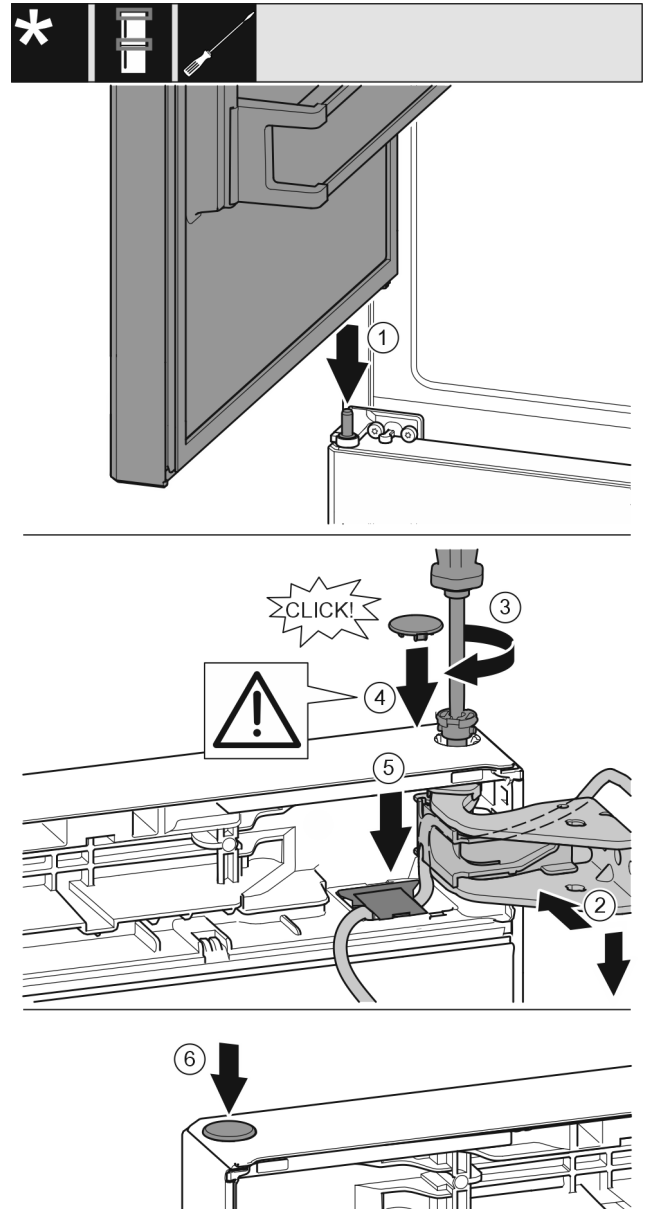

Fig. 42
- ▶ Viršutines duris uždėkite ant vidurinės atraminės gembės Fig. 42 (1)
- ▶ Duris viršuje išlygiuokite į atraminės gembės angą. Fig. 42 (2)
- ▶ Įstatykite varžtą ir tvirtai prisukite atsuktuvu T15. Fig. 42 (3)
- ▶ Durims užfiksuoti sumontuokite apsauginę dengiamąją plokštelę: uždėkite apsauginę dengiamąją plokštelę ir patikrinkite, ar ji priglundą prie durų. Kitu atveju įstatykite iki galo varžtą. Fig. 42 (4)
- ▶ Įstatykite dengiamąją plokštelę ir ją spauskite, kol ji užsifiksuos. Fig. 42 (5)
- ▶ Įstatykite kaištį. Fig. 42 (6)